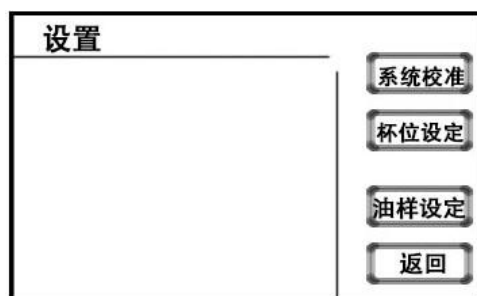

图 10 设置页面
键回到开机页面，按 **设置** 键进入设置页面（图 10）。
7. 在图 10 页面下，按 **系统校准** 键进入系统校准页面（图 11），一般使用新出厂的设备是不用进行系统校准，使用一段时间后，中和液过期或测试数据不准确后进行系统校准。